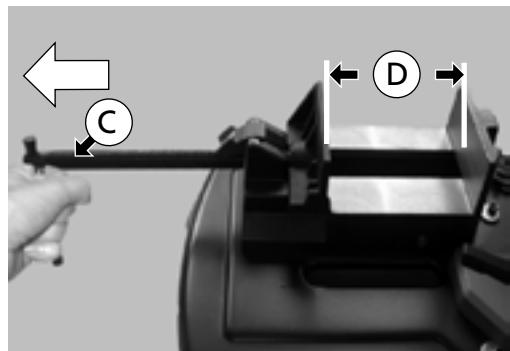

Fig. 16
- Retire a manivela (C) - (Fig. 16) - na direcção da seta para inserir a peça a cortar na abertura (D) - (Fig. 16).